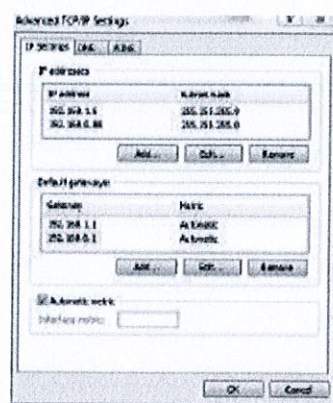

Рис. 6.12
(6) Вернитесь в "Advanced TCP/IP settings" и нажмите OK (см. Рис. 6.12).